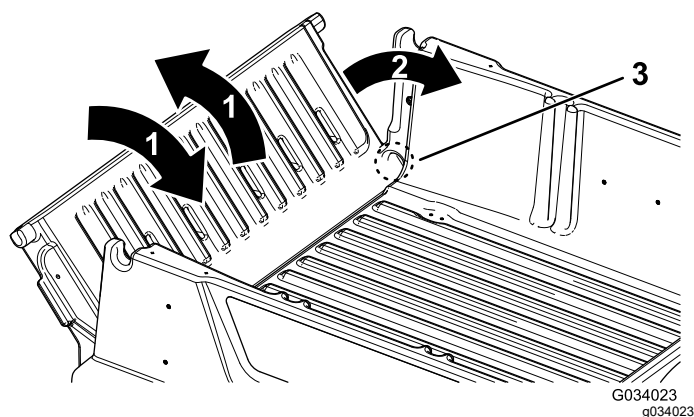

Figura 16
2. Ruotate la sponda posteriore in posizione di circa 45° (Figura 16).
3. Agitate con un movimento rapido per ruotare la sonda posteriore avanti e indietro più volte (Figura 16).